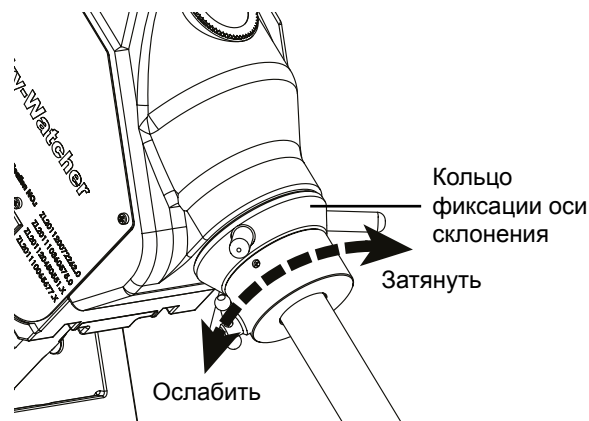

Рис. 2.1b
3. Для вращения телескопа по оси склонения ослабьте фиксатор оси склонения (рис. 2.1b).